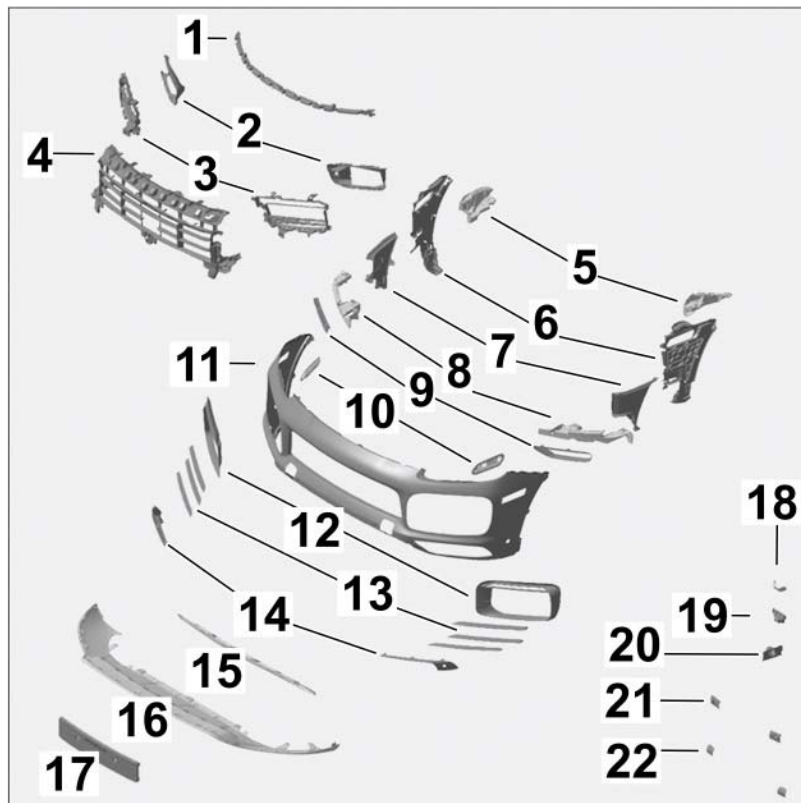

Figure 2
- 3.1 Disassemble and assemble front apron ⇒ *Figure 2*.